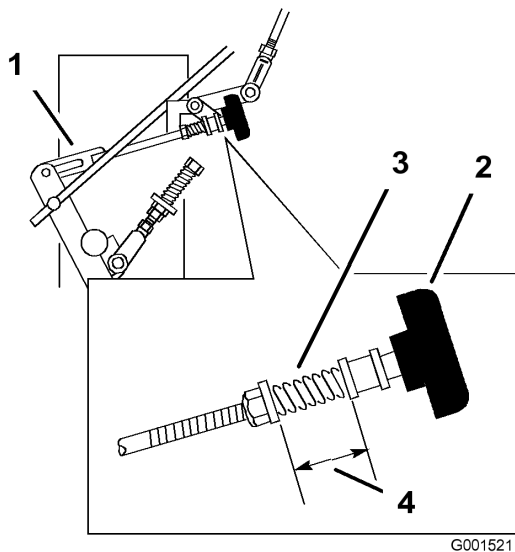

Figure 40
- Réglez la timonerie droite en tournant le bouton Quick-Track dans le sens anti-horaire jusqu'à ce que la roue commence à tourner en avant (Figure 40).
- Tournez le bouton dans le sens horaire 1/4 de tour à la fois. Déplacez ensuite le levier de changement de vitesse en avant et ramenez-le au point mort. Répétez cette opération jusqu'à ce que la roue droite arrête de tourner en avant (Figure 40).
- Le ressort qui maintient la tension sur le bouton n'a normalement pas besoin d'être réglé. Toutefois, si un réglage est nécessaire, réglez la longueur du ressort à 26 mm (1") entre les rondelles (Figure 40).
- Réglez la longueur du ressort en tournant l'écrou situé à l'avant du ressort (Figure 40).